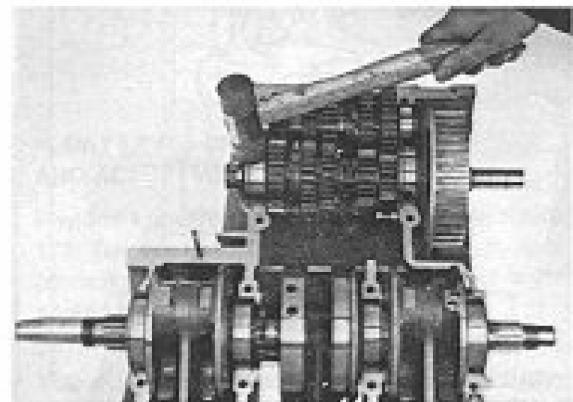

Fig. 175
- Battere leggermente sui cuscinetti degli alberi per assestarli prima di procedere alla installazione del semicaratter superiore (Fig. 175).
- Lightly tap the bearings with a plastic mallet to ensure correct seating in the housings, before joining the cases (Fig. 175).